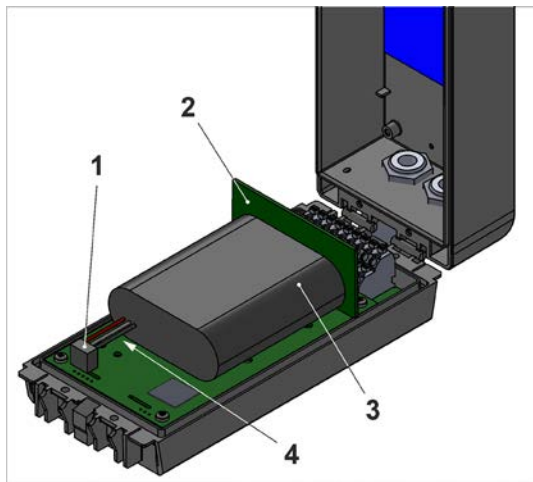

Abb. 48-2 Akkutausch
2. Akkustecker (Abb. 48-2 Pos. 1) abziehen.